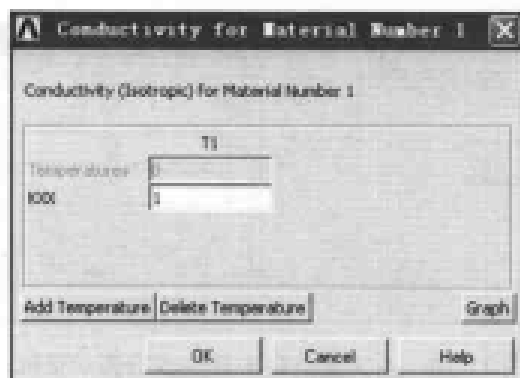

图 11-14 输入导热系数对话框
(1) 选择 Main Menu | Preprocessor | Material Props | Material Models 命令, 出现 Define Material Model Behavior 对话框。
(2) 在 Material Models Available 列表框中依次双击 Thermal、Conductivity、Isotropic 选项, 出现 Conductivity for Material Number 1 对话框, 在 KXX 文本框中输入材料导热系数 1, 如图 11-14 所示, 单击 OK 按钮关闭该对话框。